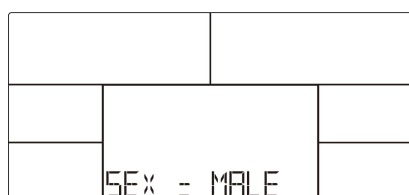

图 23
3. 电子表将会显示 用户性别(图 23) · 身高 · 体重并开始测试。